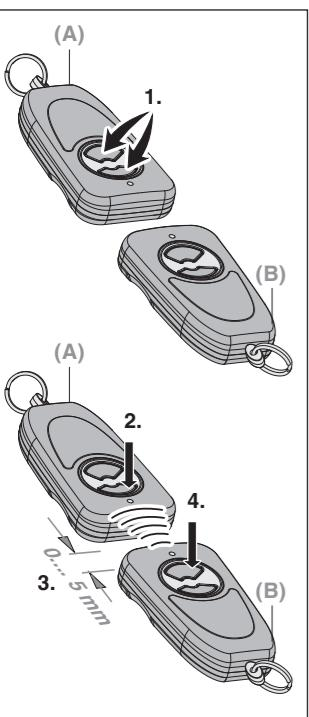

Fig. 3
- Tryck på knappen (2) på fjärrkontrollen. Funktionen som är kopplad till knappen utförs (t.ex. öppna/stänga porten).
4.3 Kopiera en knappfunktion (fig. 3)
- Tryk på knappen (2) på håndsenderen. Funktionen, der er forbundet med knappen (fx OP/NED), udføres.
4.3 Kopiering af en knapfunktion (fig. 3)